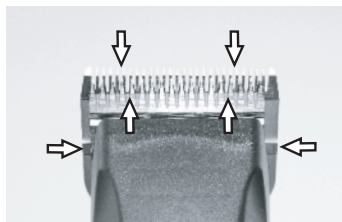

Fig. 24
Una goccia di olio sui pettini superiore ed inferiore è indispensabile per ottenere un buon risultato nella tosa e pure per conservare più a lungo e in ottimo stato la tosatrice (Fig. 24).
- ▶ Lubrifici sufficientemente i pettini durante la tosa (almeno ogni 15 minuti), di modo che non si seccino mai (Fig. 24).
I rasoi devono essere lubrificati prima, durante e dopo ogni uso. Se i pettini rilasciano striature, è necessario lubrificarli. Applichi qualche goccia di olio sopra e ai lati dei pettini (v. frecce fig. 24). Levi le gocce in eccedenza con un panno morbido e asciutto. Degli aerosol lubrificanti non contengono abbastanza olio per una buona unzione, ma sono utili al raffreddamento dei pettini. Cambi immediatamente i pettini difettati o scheggiati per evitare di ferirsi.